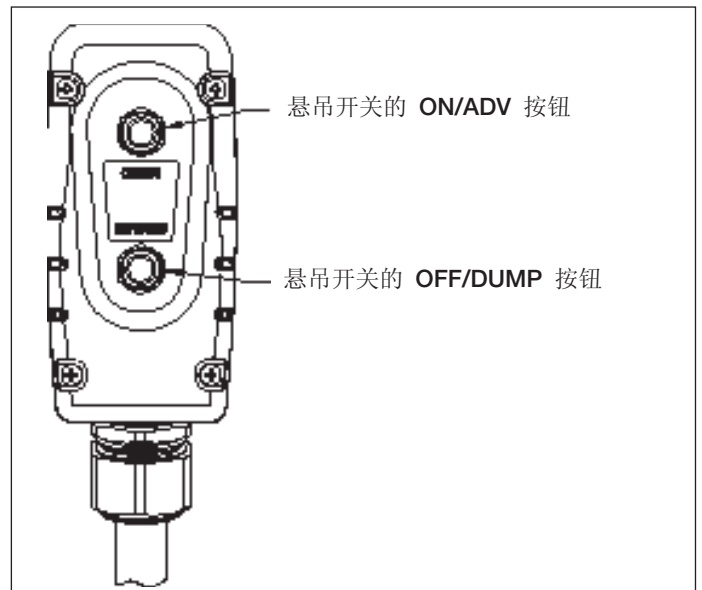

图 7 — 悬吊开关按钮
5.2 悬吊开关操作（见图 7）
5. 要启动泵，请按下悬吊开关上的“ON/ADV”按钮。请参见图 7。电机将自动启动，且扳手将开始推进。只要按住此按钮，扳手就会一直前进。